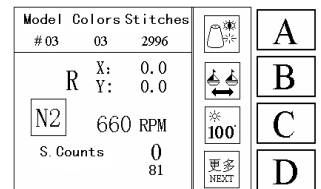
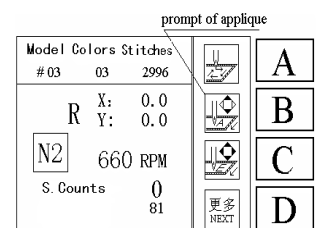
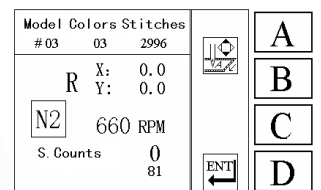

Fig. 7.5.1
Fig. 7.5.2
Fig. 7.5.3
1. No estado de funcionamento (Fig.3.2.1) pressione a tecla  uma vez para mostrar a Fig.7.5.1.
2. Na Fig.7.5.1, pressione a tecla **D** uma vez para mostrar a Fig.7.5.2. Pressione a tecla  uma vez para retornar à tela do estado de funcionamento (Fig.3.2.1).
3. Na Fig.7.5.2, pressione a tecla **B** uma vez para mostrar a Fig.7.5.3. Pressione a tecla  uma vez e retorne à tela do estado de funcionamento (Fig.3.2.1).
4. Na Fig.7.5.3, pressione as teclas de direção  e  e o quadro se moverá na direção Y e os valores da coordenada Y mudarão.
5. Na Fig.7.5.3, pressione a tecla **D** para completar e armazenar os dados de aplicação do bordado, e o quadro retornará ao local inicial do bordado. A tela voltará então à etapa 3 (Fig.7.5.2).